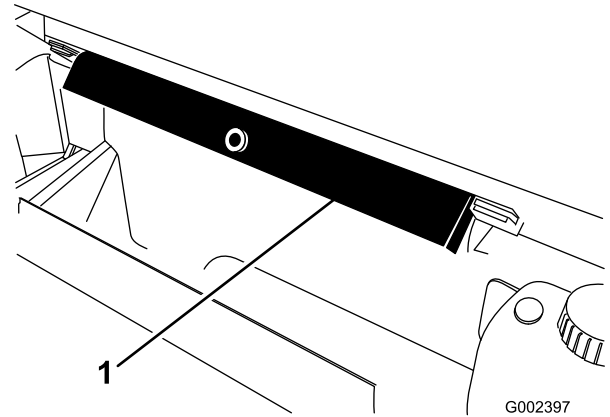

Figura 6
6. Retire o suporte da plataforma dos suportes existentes na parte de trás do painel do sistema ROPS (Figura 6).